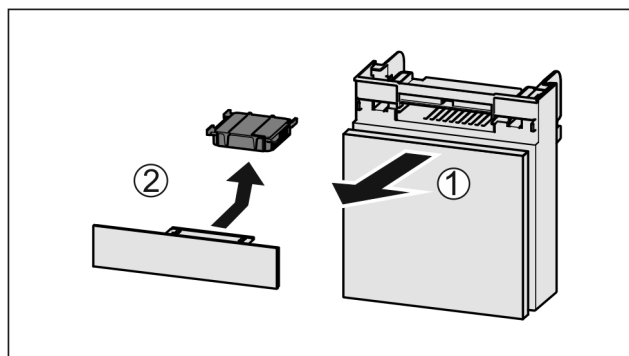

Fig. 55
- ▶ Вытянуть Fig. 55 (1) отделение движением вперед.
- ▶ Извлечение Fig. 55 (2) фильтра с активированным углем.